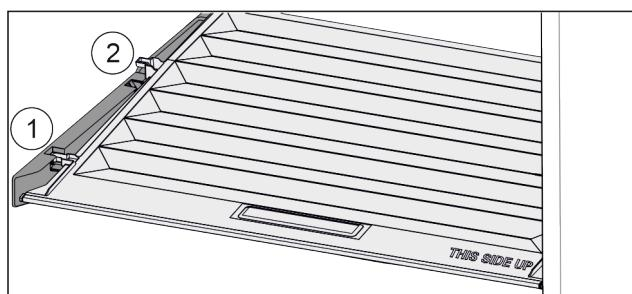

Fig. 38
- Потянуть крышку до отверстия в поддерживающих деталях вперед Fig. 38 (1).
- Поднять сзади снизу и извлечь Fig. 38 (2) движением вверх.